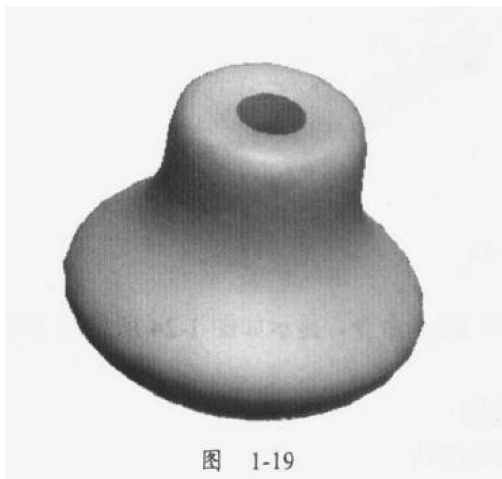

图 1-19
(8) 单击预览按钮, 模型如图 1-19 所示。单击旋转特征面板中的“√”按钮, 完成旋转曲面的建立。